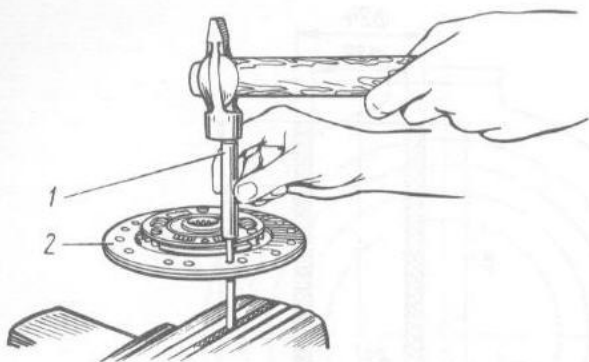

Bild 3-9. Ersetzen der Kupplungsscheibenbeläge:
4. Niete 1 so einstecken, daß ihre Köpfe an der Außenseite der Kupplungsbeläge 2 liegen, und dieselben mit Hilfe des Dorns 1 (Bild 3-9) oder auf einer speziellen Nietmaschine an der Seite der Federplatten sorgfältig vernieten. Es ist zu empfehlen, mit dem Vernieten der Beläge an den Nieten zu beginnen, die in diametral entgegengesetzte Bohrungen kommen.